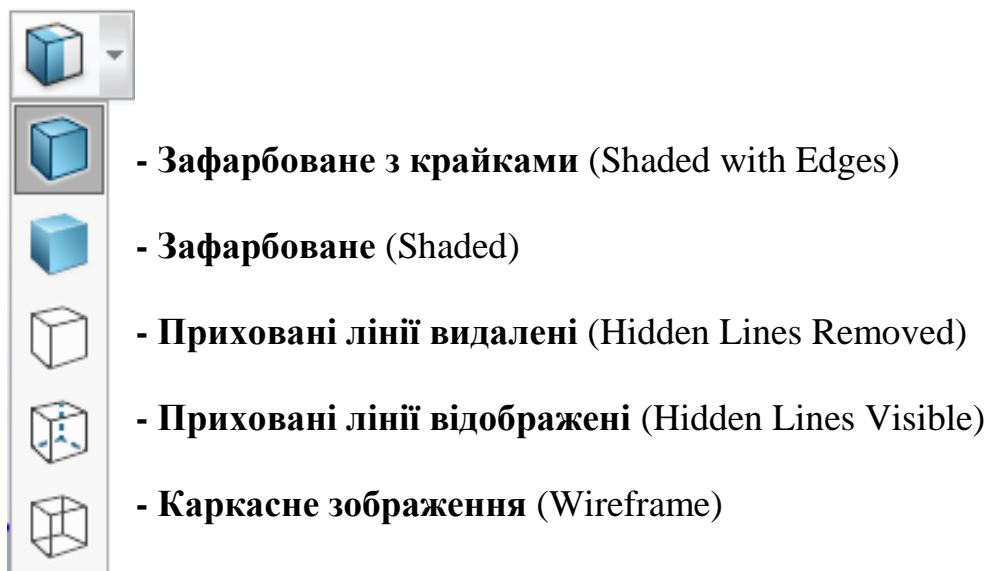

Рисунок 1.15 – Стиль відображення
**Стиль відображення (Display style)**. Змінює стиль відображення вашої моделі, такий як каркасне зображення, зафарбоване з крайками, зафарбоване, видалення прихованих ліній та відображення прихованих ліній. Ви бачите свою модель у іншому стилі відображення після її проектування (рис. 1.15).